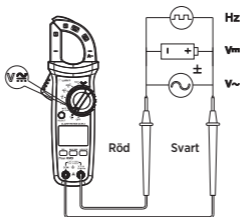

Bild 3
2. Mätning av växel-/likspänning och spänningsfrekvens (bild 3)